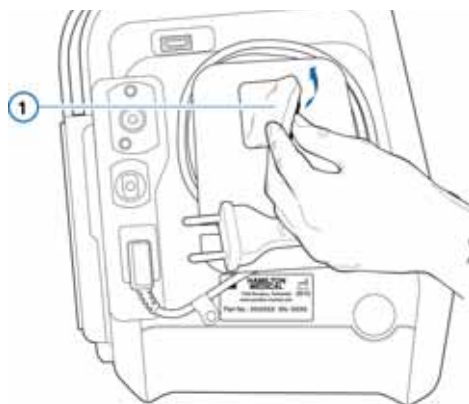

Рисунок 10-1. Извлечение фильтра вентилятора (1)
6. Установите новый фильтр вентилятора (рис. 10-1) или промойте уже используемый неконцентрированным мыльным раствором, после чего ополосните, просушите и установите повторно.